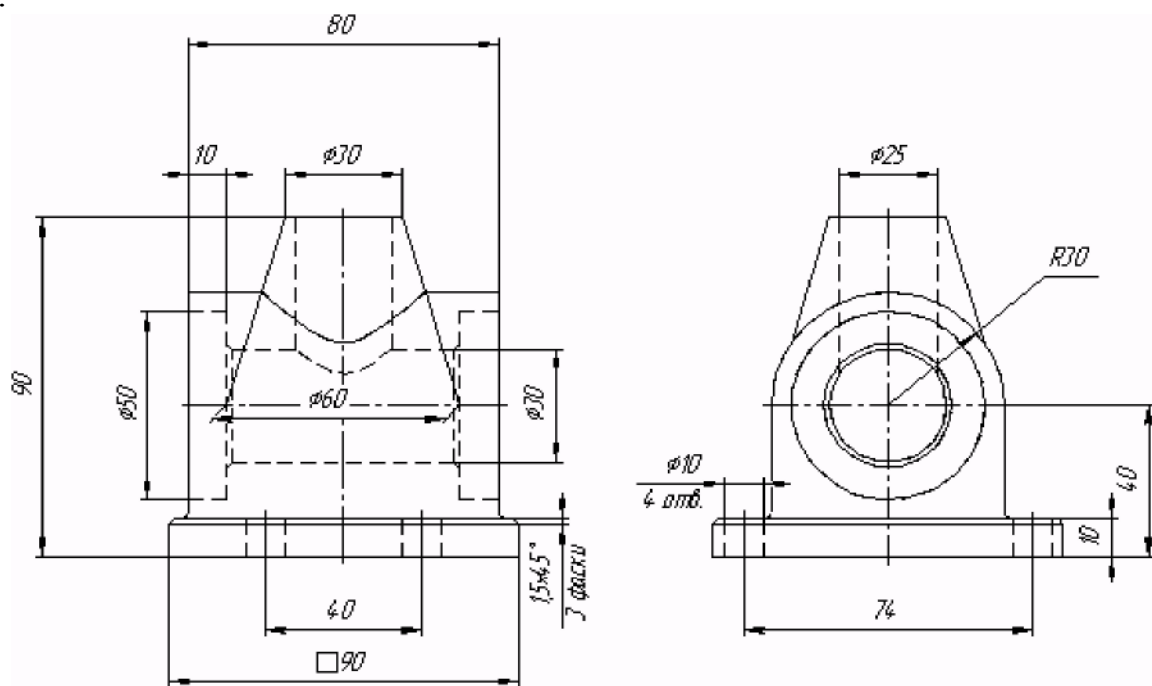

Рис. 7.25
Вихідними даними для роботи є креслення корпусної деталі (рис. 7.25). Як і в попередніх лабораторних роботах, тривимірна модель може бути створена декількома варіантами. Нижче приводиться один з них.
1. Використовуючи команди тривимірного моделювання, відповідно до вихідними даного (рис. 7.25) створити модель основи, а потім виконати в ньому один отвір.